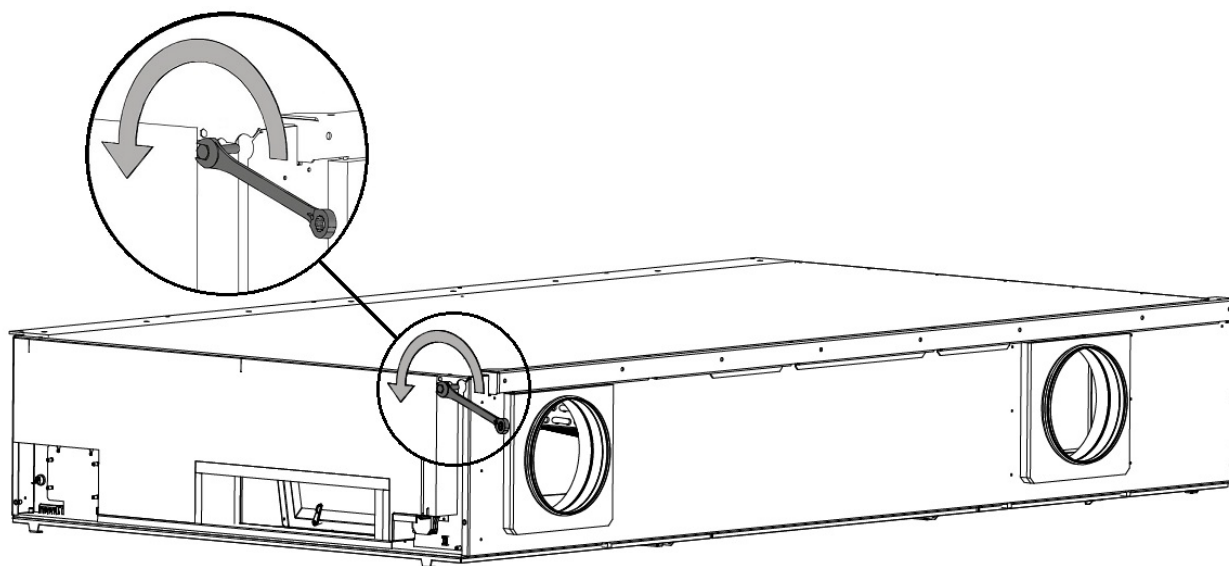

Figur 5: Demontere sidedekselet på høyre side
2. Demonter høyre sidedeksel, se Figur 5. Legg dekselet forsiktig på et beskyttende underlag for å unngå riper i overflaten.